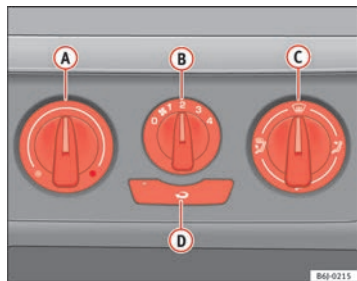

Fig. 87 Mandos de la calefacción en el tablero de instrumentos
- Con los reguladores **A** y **C** y con el mando **B** ⇒ fig. 87 se regula la temperatura, la distribución del aire y la velocidad de la turbina.